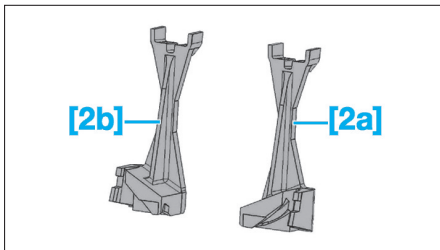

Fig. 63
- [2]. Cales de mise à hauteur de la suspension arrière 4398-T (Fig.63) :